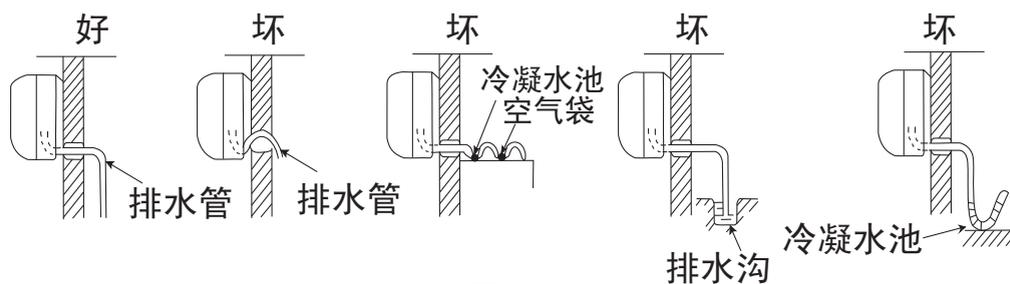

图26
- 1 用附件 ⑭ 排水管与室内机组的出水管连接起来。
- 2 如要使冷凝水流得舒畅，排水管应倾斜少许，如图26所示。